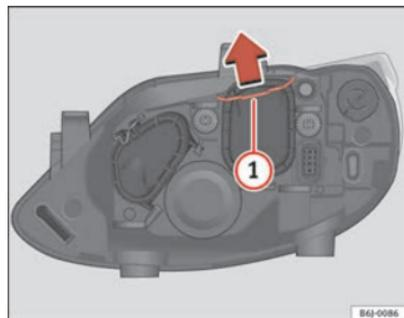

Fig. 135 Luz de cruce
- Desplace el tirante ⇒ página 227, fig. 135 ① en el sentido de la flecha y saque la tapa.